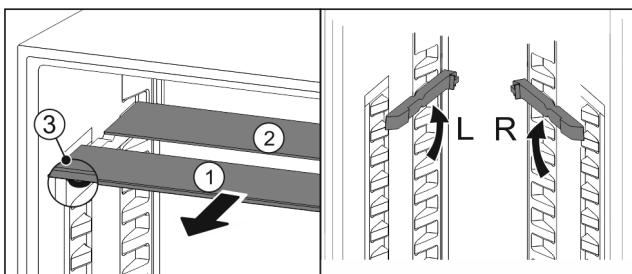

Fig. 22
- Посьуньте Fig. 22 (1) скляну панель вперед.
- ▷ Скляна панель Fig. 22 (1) з декоративною планкою лежить спереду.
- ▷ Стопори Fig. 22 (3) показують вниз.